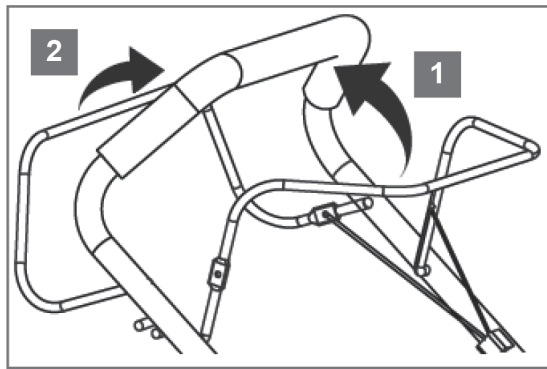

Рис. 21
- Одной рукой крепко прижмите рычаг остановки двигателя к рукоятки управления (п1, рис. 21).
- Свободной рукой прижмите рычаг привода колёс к рукоятке управления (п2, рис. 21).